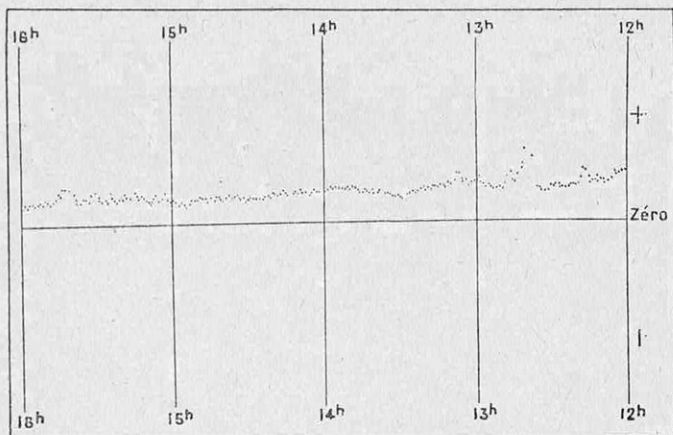

FIG. 4. — ENREGISTREMENT DU CHAMP ÉLECTRIQUE PAR CIEL PEU NUAGEUX ET ATMOSPHERE TRÈS CLAIRE
*Cette courbe, déjà plus accidentée que celle de la figure 4, montre que les circonstances météorologiques ont une influence considérable sur les variations du champ. Le changement de signe du champ électrique correspond à une légère précipitation.*